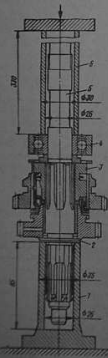

Рис. 83. Напряжения ступицы шестерни 1-й передачи и подшипника автомобиля 2138 на вторичный вал
5. Напрессовку ступицы шестерни 1-й передачи и шарикового подшипника на вторичный вал 5 производят совместно на прессе (рис. 83). Буртик 2 вторичного вала вставляют в торец неподвижного